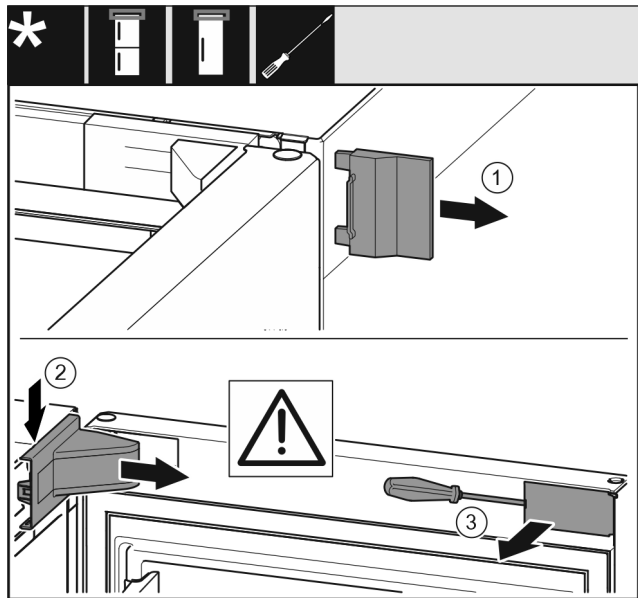

Fig. 7
- ▶ Свалете външния капак Fig. 7 (1).
- ▶ Освободете и свалете капака на лагерната стойка Fig. 7 (2).
- ▶ Освободете капачката Fig. 7 (3) с плоска отвертка и я завъртете настрана.